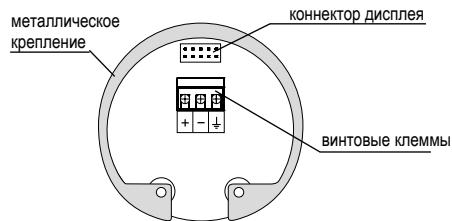

Рис. 20: Вид изнутри – винтовые клеммы уровнемера с выходом по току GRLM-70_--_-I
5. Согласно схеме, указанной на Рис. 20 и 22, присоедините кабель к винтовым клеммам. Клеммы и кабельный вывод прочно затяните. Момент затяжки – см. Технические параметры.
При наличии сильных электромагнитных помех, совмещения подводящего кабеля с силовой проводкой или при длине кабеля более 30 м рекомендуем заземление уровнемера (см. выше) и использование экранированного кабеля. Экран кабеля заземлите со стороны источника питания или присоедините его к внутренней соединительной клемме уровнемера, обозначенной \perp – см. Рис. 20 и 22 (экран кабеля всегда присоединяется в одном месте).